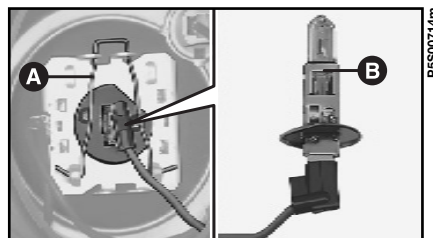

fig. 15
2) Décrocher l'épingle de retenue **A**-fig. 15, enlever la lampe **B** et la remplacer.